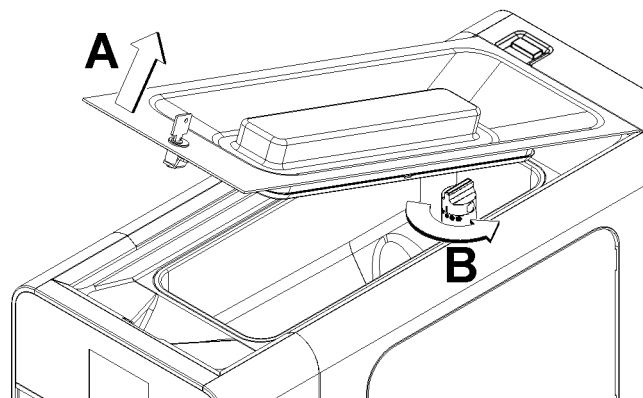

Bild 8
**6** Wenn das Eis fertig ist, den Deckel öffnen und den oberen Teil des Mischrohrs gegen den Uhrzeigersinn drehen, damit das Präparat in den unteren Zylinder gelangen kann. (Bild 8) : Man kann die im Eis vorhandene Luft regeln, indem man – ausgehend von der geschlossenen Position – berücksichtigt: